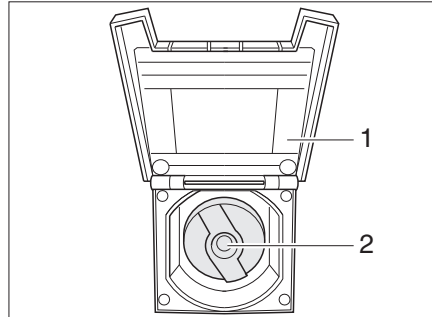

Bild 367 Lock för påfyllningsöppningen för dricksvatten
- Öppna luckan (Bild 367,1) på påfyllningsöppningen för dricksvatten. Locket hålls magnetiskt mot utsidan av fordonet.
- Stick in nyckeln i låscylindern (Bild 367,2) och vrid ett kvarts varv moturs.
- Öppna påfyllningsöppningen för dricksvatten (Bild 367).